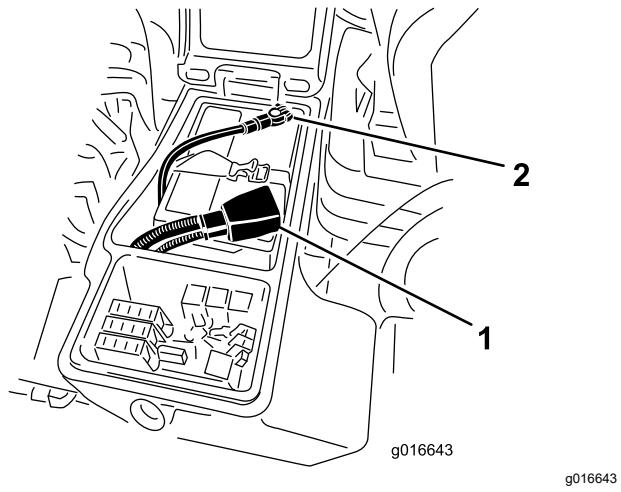

Figura 87
- Conecte el cable positivo (rojo) al borne positivo (+) de la batería (Figura 87).